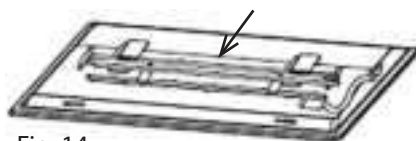

Fig. 14
3. Tirer sur la borne de raccordement (Fig. 14). Utiliser un tournevis pour retirer la carte d'éclairage LED et la remplacer.